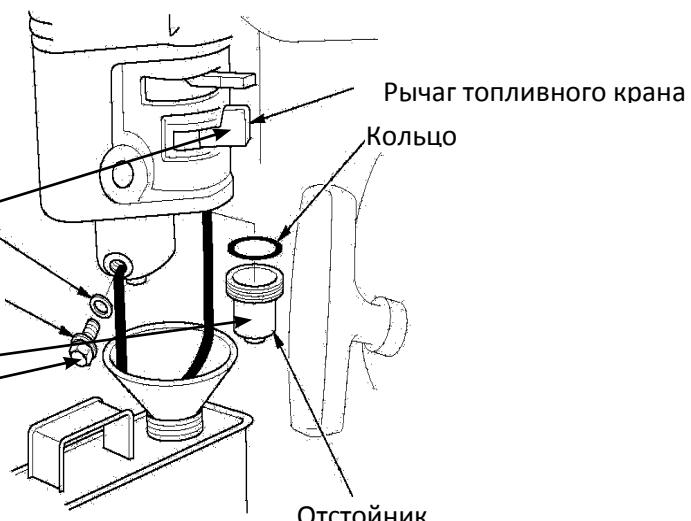

Рис.15
ОЧИСТКА ФИЛЬТРА-ОТСТОЙНИКА КАРБЮРАТОРА (Рис.15)
1. Установите топливный рычаг в положение Off (закрыто) Рис.15